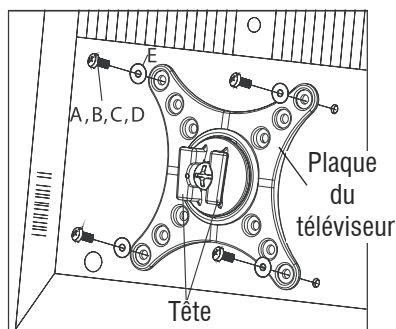

Fig 3
Choisissez les boulons en fonction de la taille des trous dans le moniteur. Utilisez les boulons (A-D) et les rondelles (E) requis pour l'installation de l'écran ACL sur le panneau, de la façon illustrée à la figure 3. Notez que la tête est abaissée.